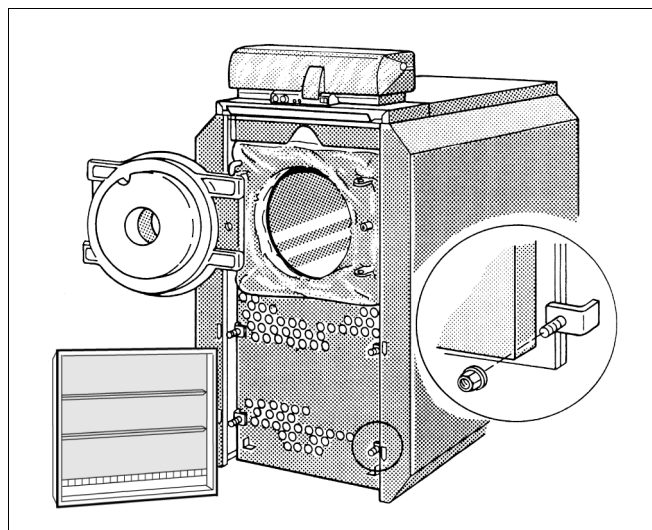

Fig. 30 Revision/eftersyn
- Løsn møtrikkerne fra spændevinklen, drej spændevinklen væk, og tag vendekappen af (fig. 30).
- Læg vendekappen på, og luk den tæt med spændevinklen (fig. 30); bemærk monteringspositionen.
4	Tag de forreste beklædningsdele af, åbn brænderdøren (fig. 30, side 26)
5	Tag vendekappen af (fig. 30, side 26)